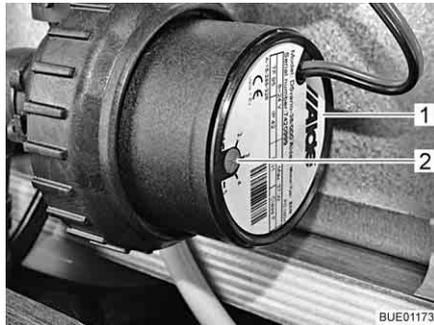

Fig. 137 Riduzione del numero di giri
Con il pomello girevole (Fig. 137,2) è possibile impostare il numero di giri della pompa di circolazione. A un numero di giri ridotto i rumori prodotti dal funzionamento della pompa si riducono.
Il pomello girevole si trova sulla pompa di circolazione (Fig. 137,1).
- Ruotare il pomello girevole (Fig. 137,2) in senso antiorario. La potenza diminuisce.